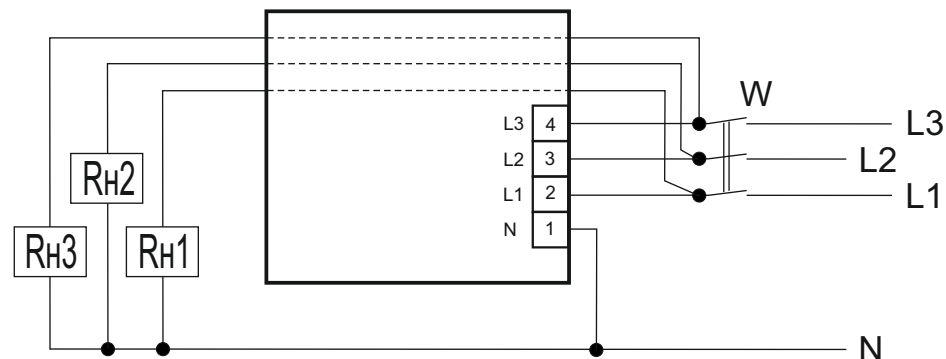

Рис. 2: схема подключения нагрузок
- 7.2. Подключите нагрузку к изделию согласно рис.2. Для этого используйте одножильный или многожильный провод с двойной или усиленной изоляцией сечением, соответствующей мощности нагрузок.